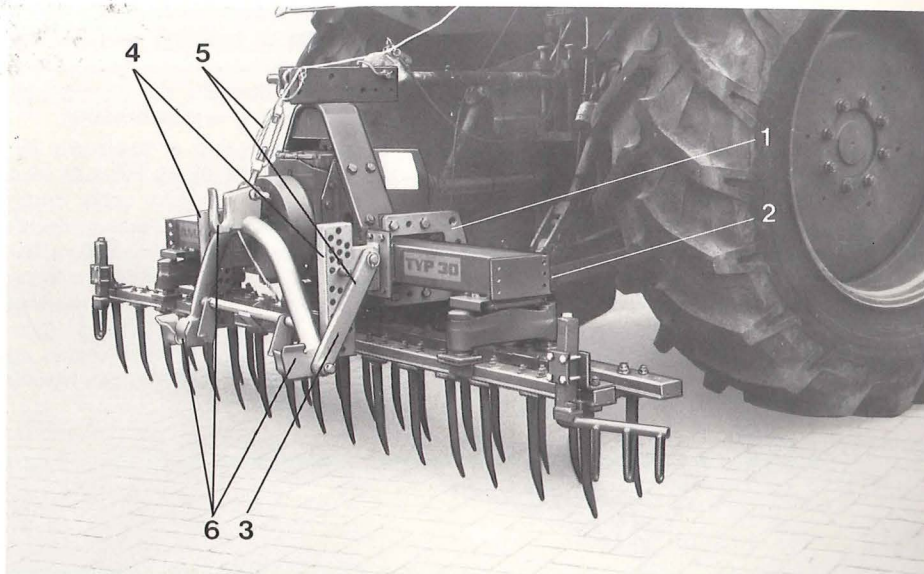

Fig. 8
3.6.1 Hvis AMAZONE-pendulharven anvendes i forbindelse med en AMAZONE-radsåmaskine, så er det vigtigt, at pendulharven bliver koblet så tæt som muligt på traktoren, så at aflastningen af traktorens foraksel bliver så lille som muligt. Dette sker ved en vandret forstilling af det nederste tilkoblingspunkt på pendulharven (fig. 8/1). Under givne omstændigheder må kardanakslens afkortes: herved skal der naturligvis passes på at kardanakslens overlappning forbliver stor nok. Belastningen på traktorens for akse kan også forøges ved at hænge vægte på.
De underste liftarme (fig. 8/2) bør have en smule sideværts bevægelsesfrihed (slør).
3.6.2 Til kombinationen af pendulharven med radsåmaskinen D7, skal koblingsdelene efter fig. 8 skrues på pendulharvens bagside. Herunder skal det påses, at de underste styrestænger (fig. 8/3) befinder sig på ydersiden af afgrænsningsstolperne (fig. 8/4). Afstandsmålet for den underste styrestang skal være ca. 825 mm. AMAZONE-hurtigkobleren, som kun leveres som ekstraudstyr til radsåmaskinen D7, skal efter fig. 8 sluttes til koblingsdelene 3 styrestænger (fig. 8/3 og fig. 8/5). Til sammenkobling af pendulharven med radsåmaskinen, traktoren med pendulharven så langt, indtil hurtigkoblerens gribelommer (fig. 8/6) befinder sig under radsåmaskinens trepunktsophang pendulharven hæves nu langsomt, således at hurtigkoblerens 3 gribelommer får fat i radsåmaskinens 3 ophængsbolte. Hurtigkobleren låser automatisk. Kun når hurtigkobleren ligger an (laveste stilling) mod de lodrette afgrænsningsstolper (fig. 8/4), lader radsåmaskinen sig let og hurtigt tilkoble.